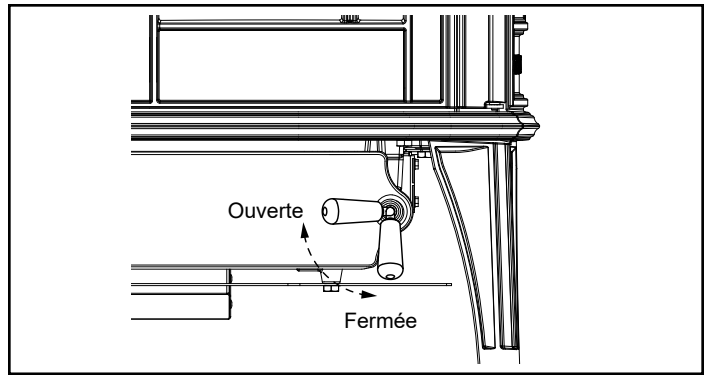

Figure 2.8 – Tourner la poignée de la porte à cendres vers la droite pour l'ouvrir et vers la gauche pour la fermer.
- Fermez la plaque ou les portes et déverrouillez la porte à cendres, figure 2.8. Le bac pivotera hors du poêle.